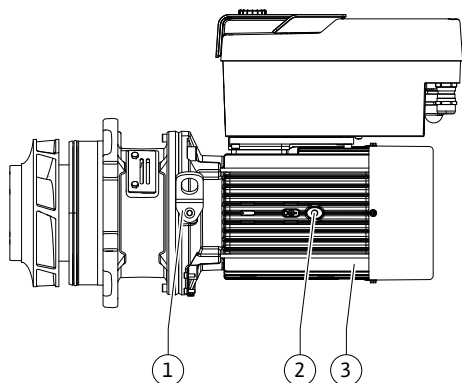

Fig. 107: Juego de introducción
13. Inserte el juego de introducción (véase la Fig. 107) en la carcasa de la bomba en la posición anterior o en otra posición deseada en ángulo. Al hacerlo, tenga en cuenta las posiciones de instalación admisibles de los componentes (véase el capítulo «Posiciones de instalación admisibles y modificación de la disposición de los componentes antes de la instalación» [► 26]).